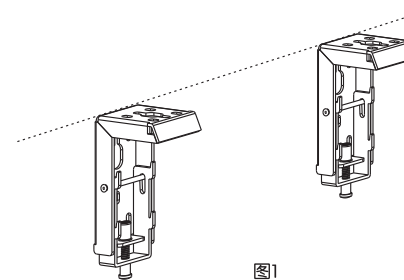

图1
- 2、将安装架安装在银幕背面或顶部所对的平面上，并确保左右两个安装架在同一条水平直线上。（建议：安装时在墙面或天花板上画一条水平直线）（如图1）